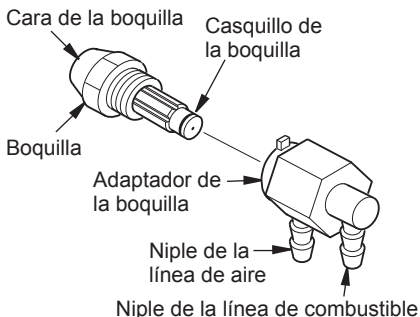

Figura 17 - Boquilla y adaptador de la boquilla
6. Desmonte cuidadosamente la boquilla del adaptador de la boquilla utilizando una llave tubular de 5/8" (consulte la figura 17, página 15).
- Vuelva a colocar la boquilla en el adaptador hasta que la boquilla se asiente. Apriete 1/3 de vuelta más usando una llave tubular de 5/8" de 4.5 a 5.1 N-m (40" a 45"-lb). Consulte la figura 17.